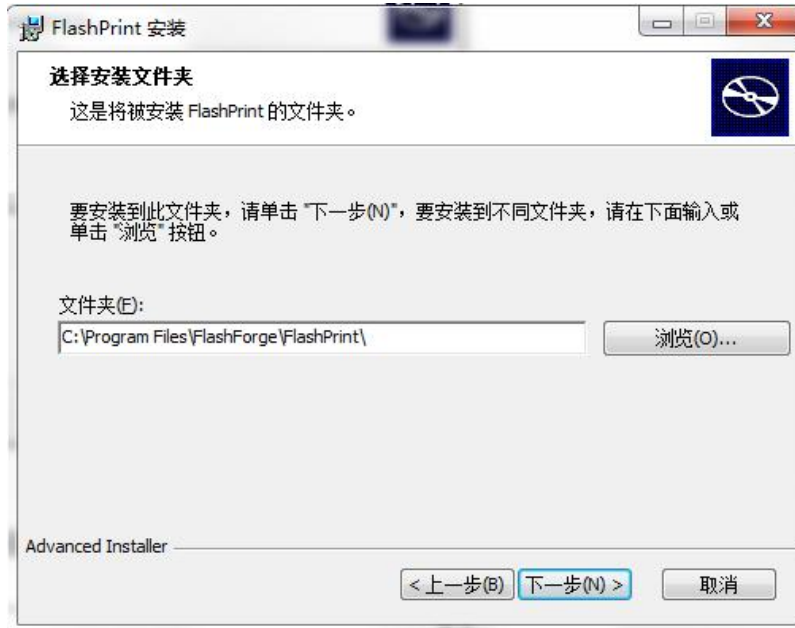

图 6-4
⑤ (图 6-4) 选择安装途径 (建议默认途径) , 随后点击[下一步]